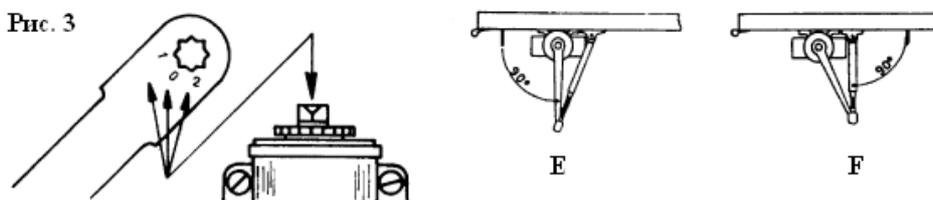

Рис. 3
Установите рычаг таким образом, чтобы метка 0 совпадала с соответствующей меткой на кулачковом валу. Максимальный удар двери – когда рычаг стоит в положении, как показано на рис.3 (E), минимальный удар - когда рычаг стоит в положении (F). Также возможно добиться постепенного уменьшения резкости конечного прихлопа, при прохождении через положения между (E) и (F).
МЯГКОЕ ЗАКРЫВАНИЕ: Для мягкого закрывания левой двери установите метку 1 на рычаге на соответствующую отметку выступа вала. Для мягкого закрывания правой двери установите отметку 2 на рычаге. В обоих случаях необходимо, чтобы рычаг находился в положении, как показано на рис.3 (E).